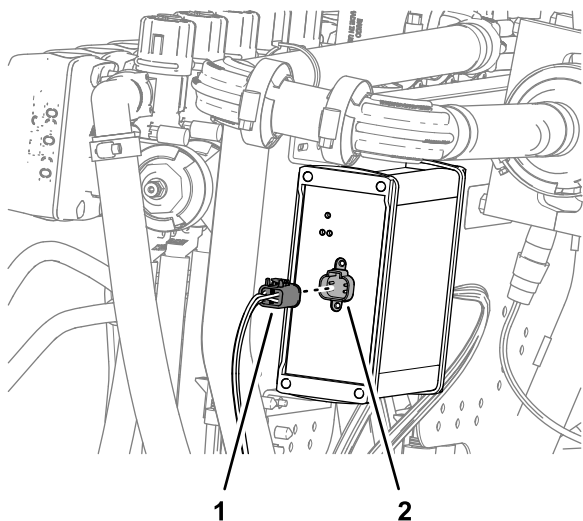

图 134
- 将标有至 ASC 10 的 4 插槽接头插入 ASC 10 喷洒控制器的 4 针接头图 134。